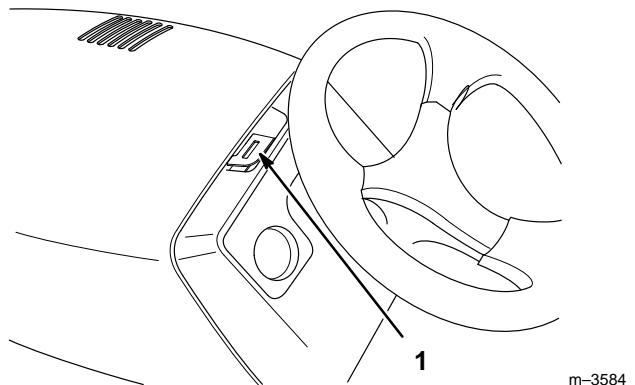

Figure 1
2. Insérer la lame d'un tournevis du côté droit de la fente illustrée à la Figure 1, et exercer une pression vers la gauche pour déverrouiller le capot.